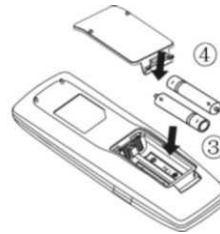

Fig. 2
- (3) Legen Sie zwei AAA-Batterien (1,5 V) ein und achten Sie dabei auf die richtige Position der Pole „+“ und „-“ (wie in Abb. 2 ③ gezeigt).
- (4) Setzen Sie die Abdeckung wieder ein (wie in Abb. 2 ④ gezeigt).